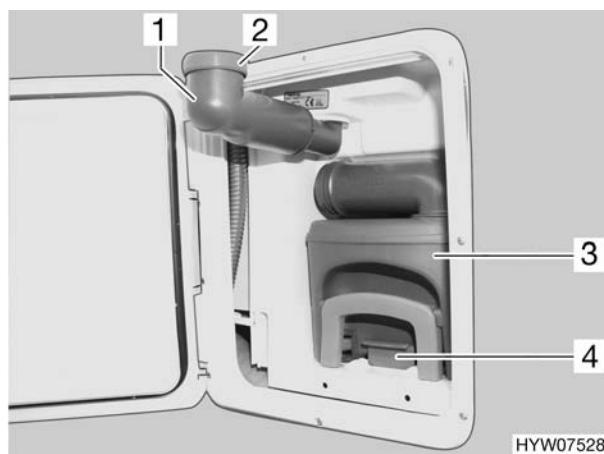

Fig. 94 Cassetta Thetford
- Ruotare il bocchettone di riempimento dell'acqua potabile (Fig. 94,1) verso l'esterno.
- Rimuovere il coperchio a vite (Fig. 94,2).
- Tirare verso l'alto la staffa di supporto (Fig. 94,4) ed estrarre la cassetta Thetford (Fig. 94,3).